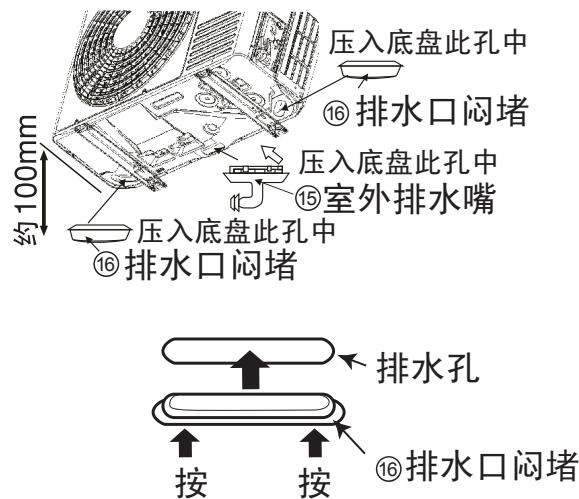

图 28
- 2 请将机体在安装后，按图28所示将附件 ⑯ 室外出水嘴安装在出水孔中。